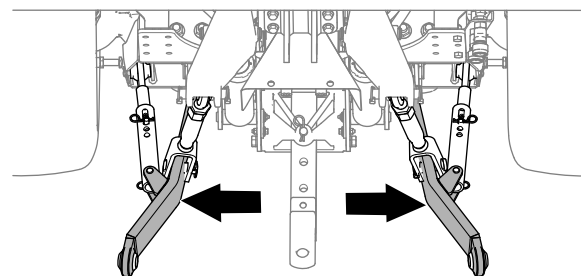

Figura 15
2. Ajuste los brazos de acoplamiento inferiores (Figura 15) hacia fuera totalmente; consulte el manual del operador de la unidad de tracción.